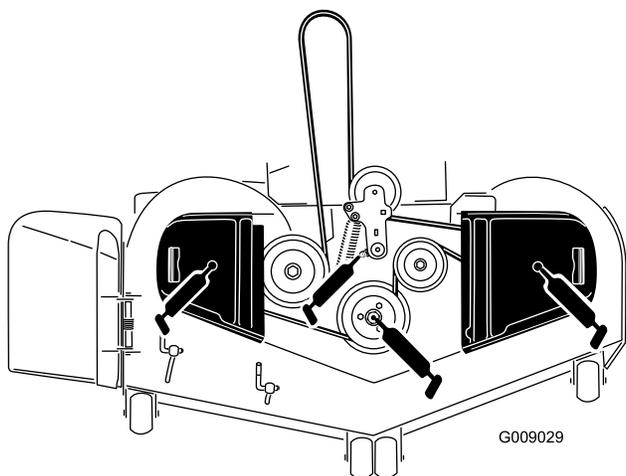

Figure 41
3. Graissez le pivot de la poulie de tension du tablier de coupe jusqu'à ce que la graisse ressorte par le bas (Figure 41).
4. Lubrifiez les roulements des 3 axes jusqu'à ce que la graisse ressorte par les joints inférieurs (Figure 41).
5. Graissez le bras de la poulie de tension de la courroie d'entraînement (Figure 41).